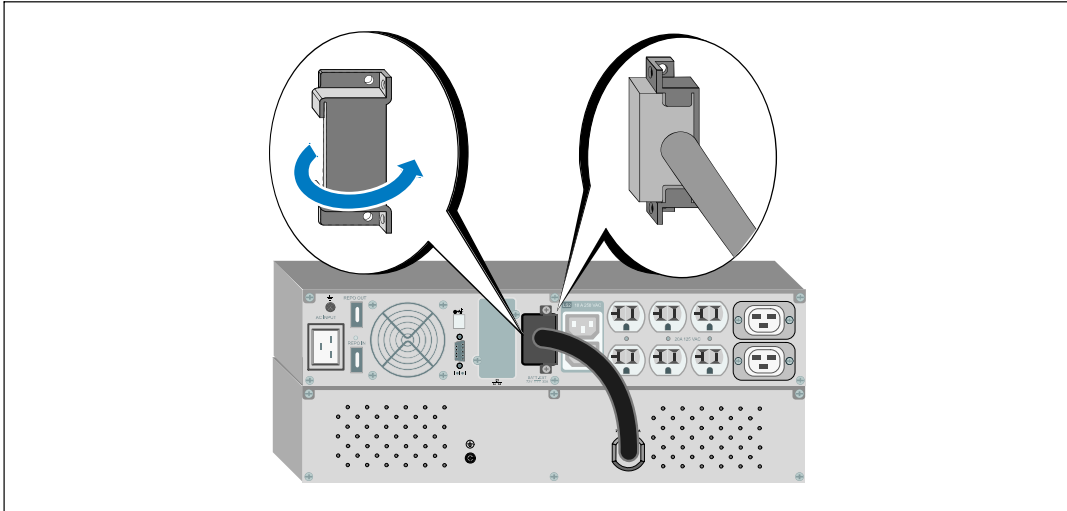

図 27. バッテリーコネクタのカバーの取り付け方法
- 2 張力を逃すため、外付けバッテリーモジュールケーブルの下にバッテリーコネクタカバーを取りつけます（図 27を参照）。